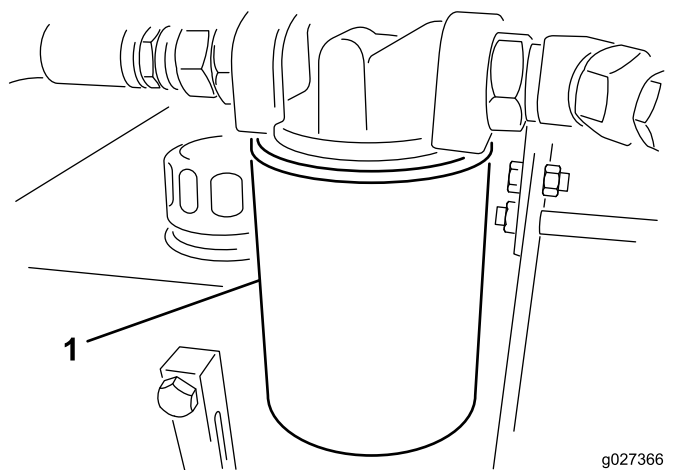

Figura 13
3. Collocate una bacinella di spurgo sotto il filtro, e togliete il filtro (Figura 13).